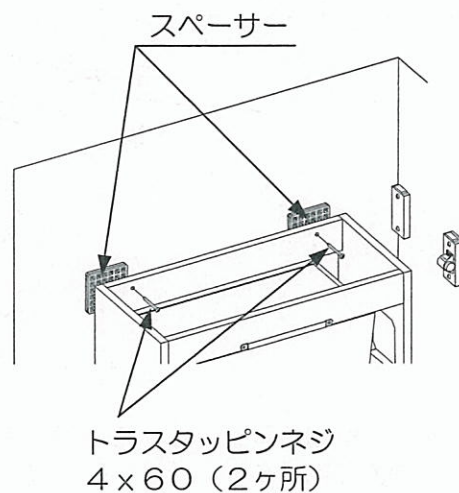

図5-2
- (2) 付属のトラスタッピンネジ4×60 2本でキャビネットを壁面に固定してください。その際、排水芯位置によってキャビネットと後壁との間にスペーサーをはさんでください。(図5-2)